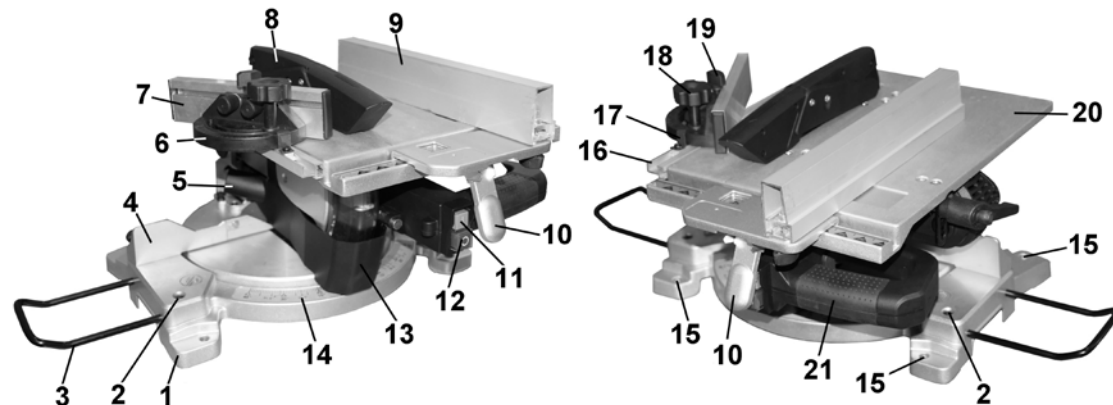

Рис. 10
11.2. Продольное пиление (Рис. 10)
Как показано на Рис. 10, установите направляющую планку (9) параллельно пильному диску (34) на требуемом расстоянии, положение направляющей планки закрепите ручкой фиксатора (10).
11.3. Поперечное пиление (Рис. 10)
11.4. Косое пиление (Рис.10)